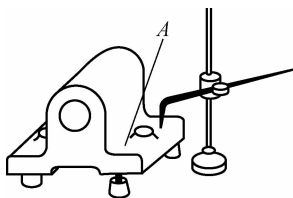

图 1-22 工件调整
(5)正确安放工件。用放置在划线平板上的三个千斤顶的尖端支承轴承座底面,先调整左右两个千斤顶使工件在纵向与平板平行,后调整后边千斤顶,使轴承座底面与平板平行,如图 1-22 所示。